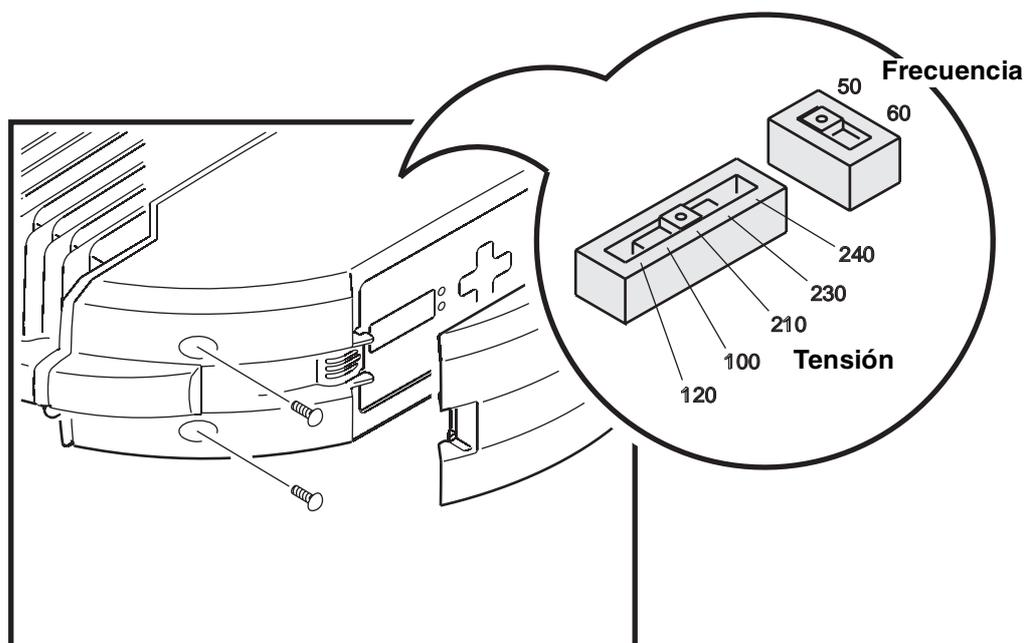

Figura 2: Ajustes de tensión y frecuencia AC
2. Ver Figura 2. Aflojar los 4 tornillos Phillips de la cubierta del display y deslizar la cubierta hasta extraerla de la unidad.